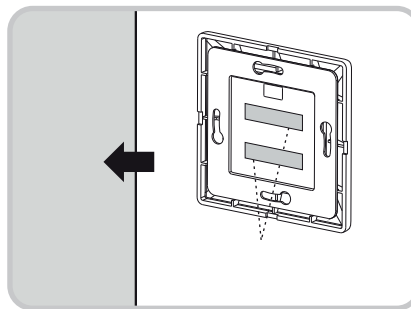

Fig. 6
- på vegg med dobbeltsidig tape (se fig. 6)